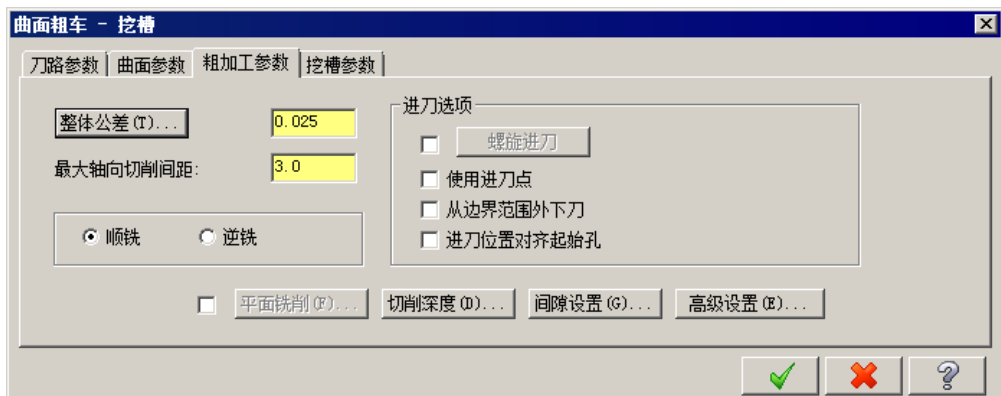

图 5.6.5 “粗加工参数”选项卡
Step2. 设置曲面粗加工参数。在“曲面粗车-挖槽”对话框中单击 **粗加工参数** 选项卡，如图 5.6.5 所示，在 **最大轴向切削间距** 文本框中输入值 3.0。